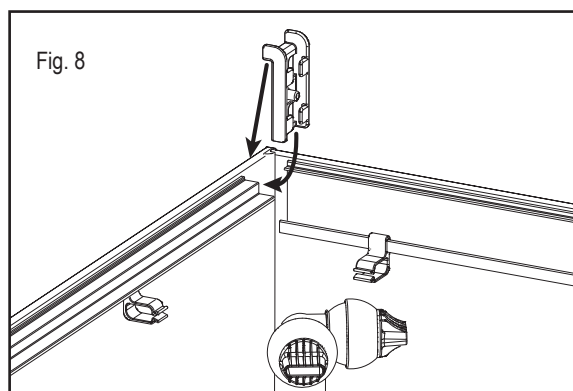

Fig. 8
2. Placer les guide-câbles aux endroits les plus appropriés en les insérant dans la glissière inférieure de chaque barre (Fig. 8).
6. Apposer le guide-câble pour rebord à l'intérieur du bac après l'avoir aligné avec le rebord supérieur du verre (Fig. 8). Presser délicatement sur le guide-câble pour le coller au verre. Pour s'assurer d'une adhésion optimale, attendre 24 heures avant de remplir l'aquarium avec de l'eau.